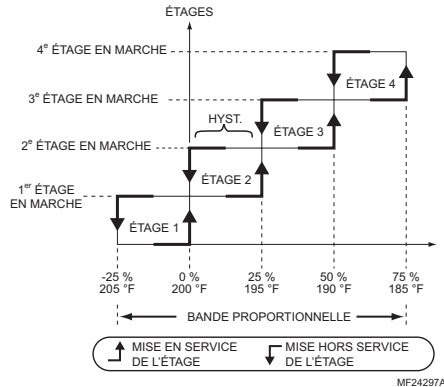

Fig. 18. Comportement des étages (avec un point de consigne effectif de 200 °F).
Le fonctionnement par étages est illustré à la Fig. 18 pour un point de consigne de 200 °F et une bande proportionnelle de 20 °F et une intégrale de zéro (0). Lorsque l'intégrale n'est pas zéro, alors les températures réelles auxquelles les étages sont mis en service et hors service seront différentes de celles qui sont indiquées dans l'exemple; voir la section «1.3.3.2. Intégrale» à la page 19.